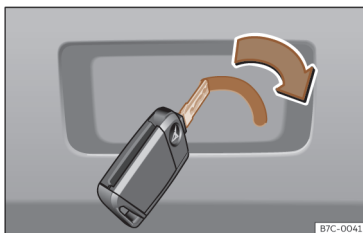

Fig. 58 Détail du coffre à bagages : déverrouillage d'urgence.
- Introduisez le panneton de la clé dans la rainure et déplacez la clé dans le sens de la flèche jusqu'à ce que vous déverrouilliez la serrure >>> **fig. 58**.